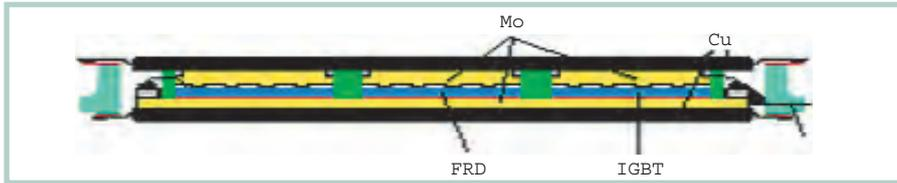

Рис. 11. Структура силового модуля прижимной конструкции
- исключение паяных и сварных соединений в модулях прижимной конструкции (Press Pack Technology — рис. 11), обеспечивающих наивысшую надёжность и практически неограниченную энерготермоциклоустойчивость.